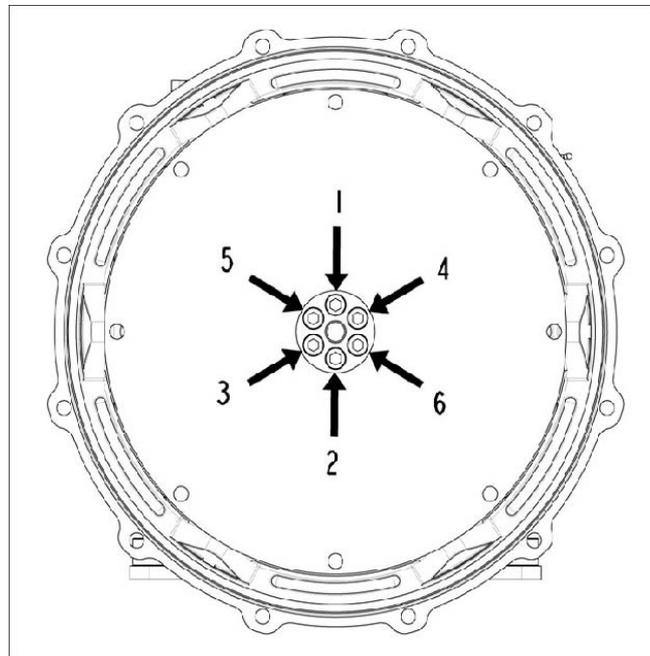

FIGURA 10. SEQUÊNCIA DE FIXAÇÃO NO CUBO
4. Se necessário, aperte os parafusos dos discos de acoplamento de acordo com a sequência ilustrada em Figura 10 na página 29 . Consulte Capítulo 8 na página 51 para informações sobre o binário de aperto.